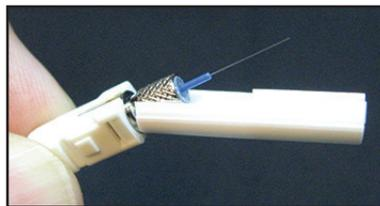

Figura 1
2. Prendendo o conector com firmeza, puxe o protetor de clivagem para baixo, para removê-lo do conector (Figura 1).